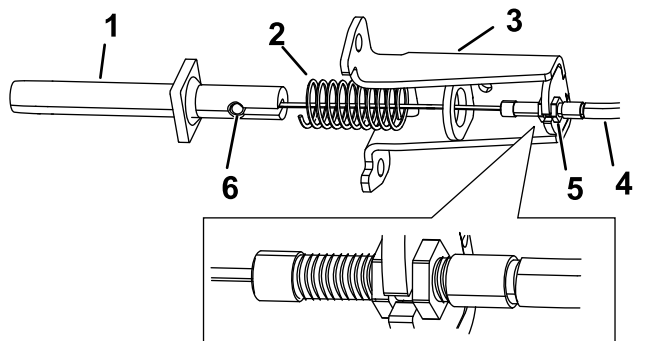

Figura 9
- A. Inserite il cavo del freno attraverso il supporto del freno e la molla e inserite il barilotto nella scanalatura del perno dell'albero del freno (Figura 9).
(Figura 9). Spingete all'interno il perno per comprimere la molla, inserite il barilotto del cavo del freno nella scanalatura del perno, fate scorrere il cavo nell'intaglio del supporto in modo che l'intaglio si trovi tra i 2 dadi del cavo e rilasciate lentamente il perno e la molla.
- C. Regolate i dadi sul cavo del freno in modo che siano visibili solo 2 filettature verso il cavo (Figura 9).